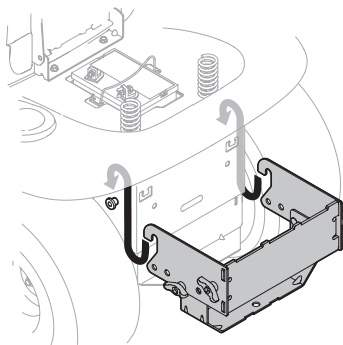

Figura 3
1. Coloque los extremos con gancho del conjunto de montaje sobre los pernos con reborde en la parte posterior del bastidor del tractor y alinee el orificio central de la ménsula de soporte del enganche con el orificio del enganche del tractor. Consulte la Figura 3.